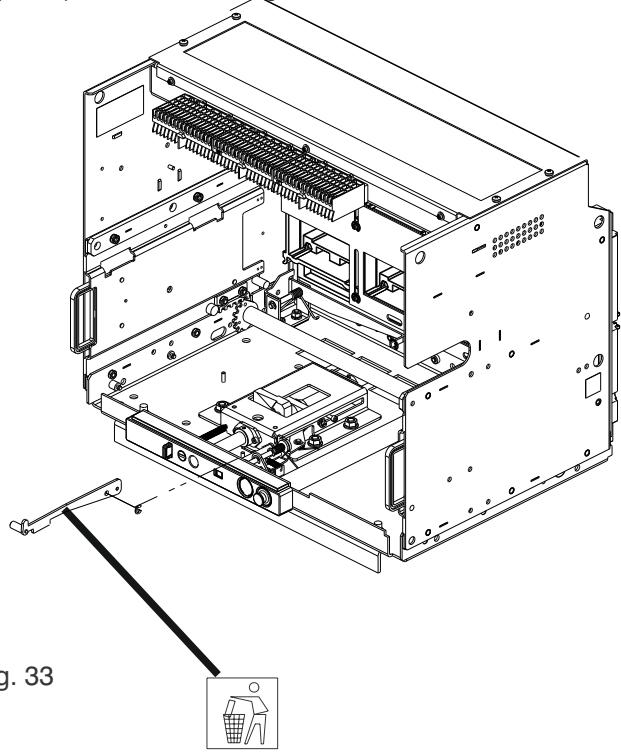

Fig. 33
- Smontare le parti mostrate nelle figure 33,34 dalla cassetta EGL Env2.
- Disassemble the parts shown in figure 33,34 from EGL Env2 cassette.
- Zerlegen Sie die in Abbildung 33,34 gezeigten Teile von der EGL Env2-Kassette.
- Démontez les pièces illustrées aux figures 33,34 de la cassette EGL Env2.